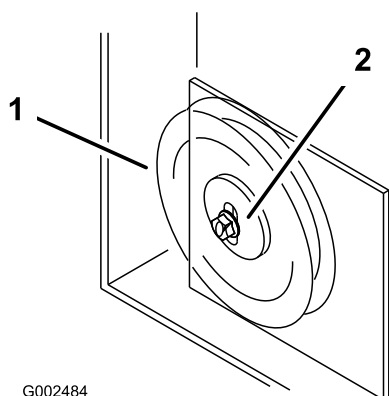

Figure 58
- Si la plaque de la poulie de tension touche le bout de la fente de réglage et qu'il faut encore tendre la courroie, une légère modification de la poulie de tension fixe droite peut offrir un réglage de tension supplémentaire (Figure 58).